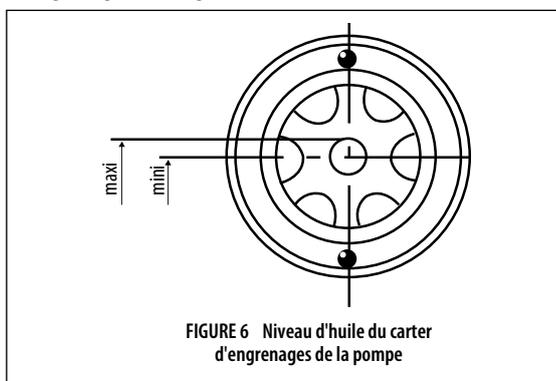

FIGURE 6 Niveau d'huile du carter d'engrenages de la pompe
3. Vérifier le niveau d'huile du carter d'engrenages. Une quantité d'huile trop importante risque de provoquer une surchauffe de la boîte d'engrenages (voir figure 6).